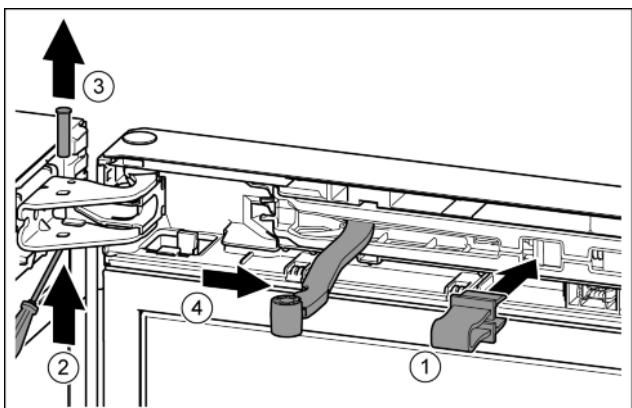

Fig. 13
- ▶ Зафіксуйте запобіжник в отворі. Fig. 13 (1)
- ▶ Виштовхніть палець за допомогою викрутки. Fig. 13 (2)
- ▶ Вийміть гвинт рухом нагору. Fig. 13 (3)
- ▶ Поверніть шарнір у напрямку дверцята. Fig. 13 (4)